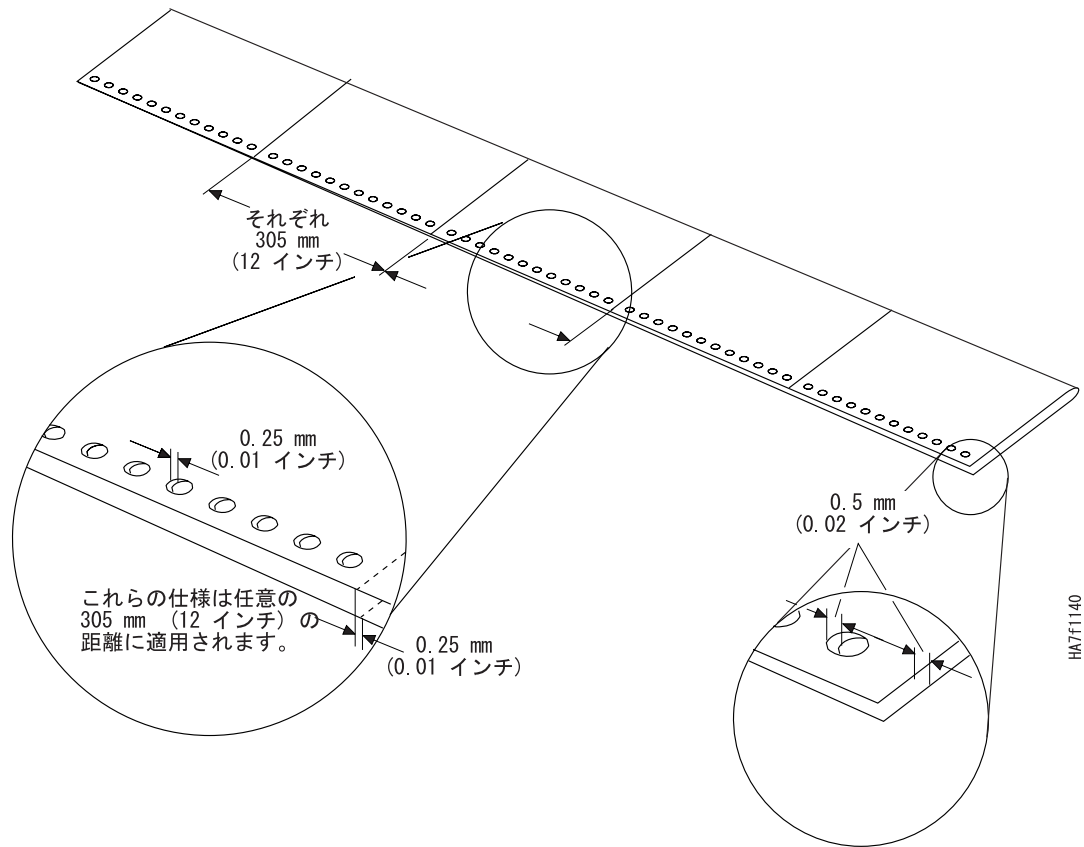

図 15. ミシン目の正確度 — 端から端まで
- b. 16 ページの図 15 を参照し、用紙を縦に折り畳みます。図で示すように両方の端のページ・ミシン目および送り穴を測ります。